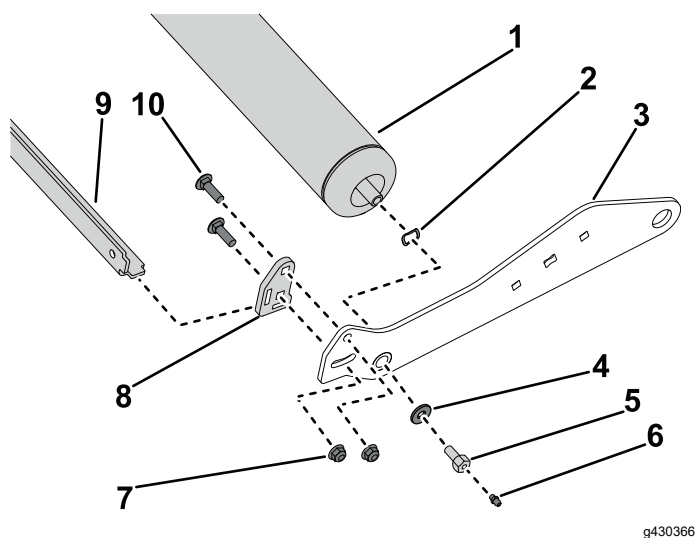

Figure 3
1. Insérez la rondelle élastique à chaque extrémité de l'arbre de rouleau (Figure 3).
2. Insérez un bras de rouleau à chaque extrémité de l'arbre de rouleau (Figure 3).
3. Fixez le bras de rouleau aux deux arbres de rouleau à l'aide de la rondelle en acier trempé (côté droit uniquement) et de 2 vis d'arbre de rouleau. Enfilez les 2 graisseurs sur les 2 vis d'arbre de rouleau, s'ils n'étaient pas déjà assemblés (Figure 3).
4. Insérez les languettes de fixation du racloir de rouleau dans les fentes sur chaque bras de racloir (Figure 3).
5. Montez les bras de racloir sur les bras de rouleau (Figure 3).
6. Du côté gauche du bras de rouleau, fixez le bras de racloir au bras de rouleau à l'aide de 2 vis de carrosserie ($\frac{3}{8}$ po) et 2 écrous Nylock ($\frac{3}{8}$ po) (Figure 3). Répétez la procédure sur le bras de rouleau droit.